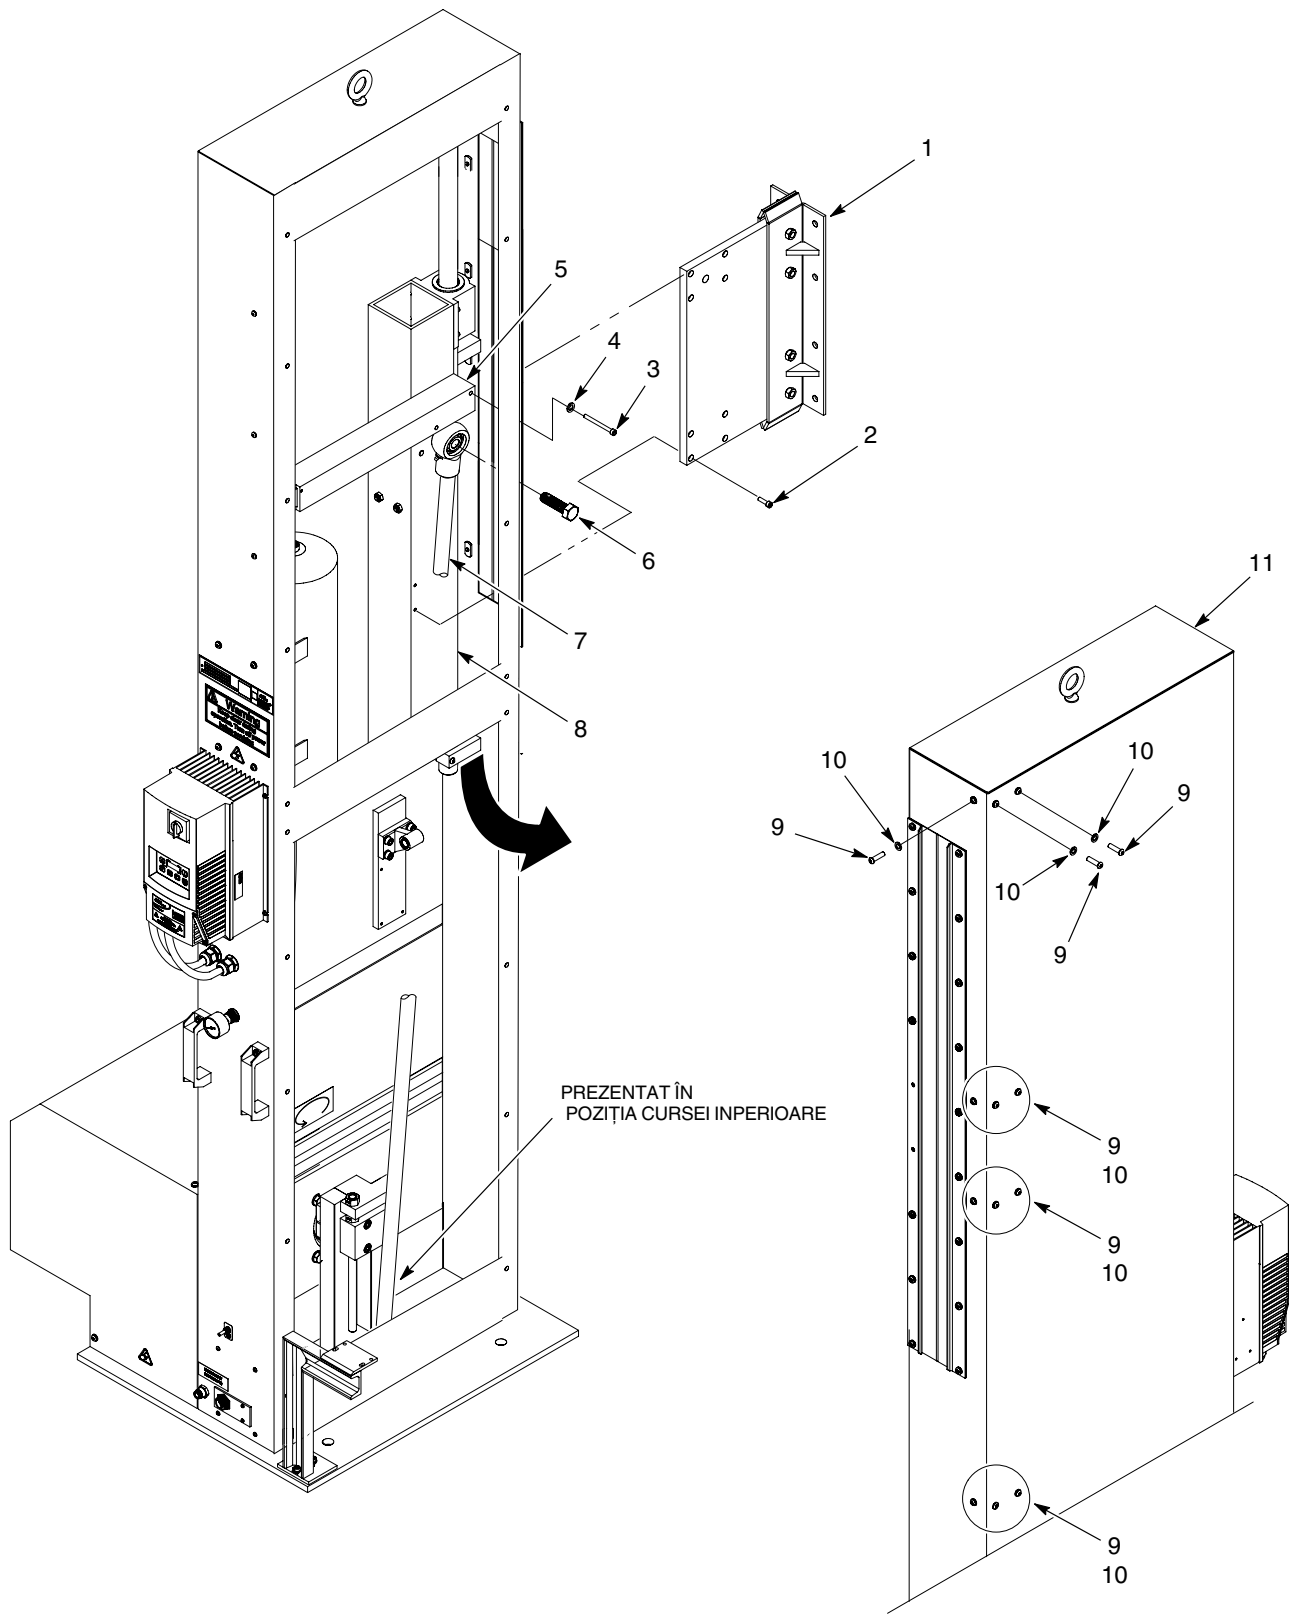

Figura 16 Demontarea ansamblului rulmentului
1. A se vedea Figura 16. Demontați șuruburile (3) și șaibele de blocare (4) care fixează bara de stabilizare (5) la tubul de montare a rulmentului (8). Demontați bara de stabilizare.
2. Desfaceți șurubul (6) care fixează tija de conectare (7) la tubul de montare a rulmentului (8). Basculați tija de conectare către stânga și la distanță față de tubul de montare a rulmentului.
3. Desfaceți șuruburile (2) care fixează ansamblul plăcii pistolului (1) la tubul de montare a rulmentului (8). Demontați ansamblul plăcii pistolului.
4. Apelați la o altă persoană pentru a vă ajuta să sprijiniți ansamblul rulmentului. Demontați șuruburile (9) și șaibele de blocare (10) care fixează ansamblul rulmentului la oscilator (11). Demontați ansamblul rulmentului de la oscilator (11) prin orificiul inferior.